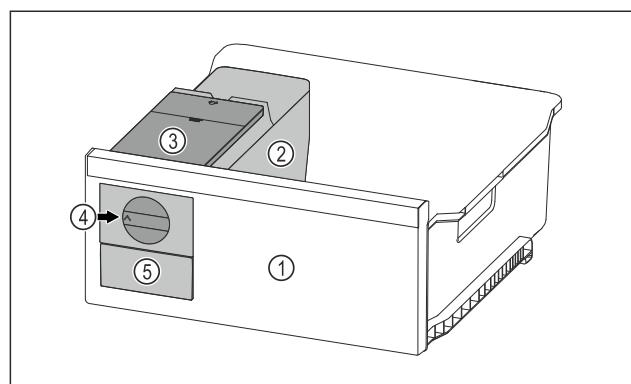

Fig. 123 Примерно изображение
- Завъртете въртящото се копче *Fig. 123 (4)* по часовниковата стрелка до упор.
- Ледените кубчета падат от формата за ледени кубчета в чекмеджето за ледени кубчета *Fig. 123 (5)*.